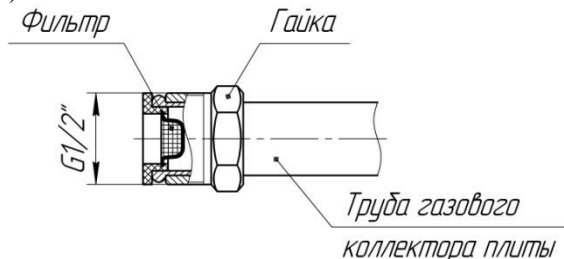

Рис. 1 Конструкция газопровода плиты
2) На плите предусмотрен подвод газа, что позволяет присоединять её к магистральному газопроводу помощью гибкого шланга. На выходе газового коллектора плиты расположена гайка с наружной цилиндрической резьбой G1/2", предназначенная для подключения плиты к сетевому газопроводу. Для подключения газа к плите необходимо установить уплотнительную прокладку (не входит в комплект), для некоторых моделей плит необходимо вместо уплотнительной прокладки установить фильтр (см. Табл. 3) согласно Рис. 1.